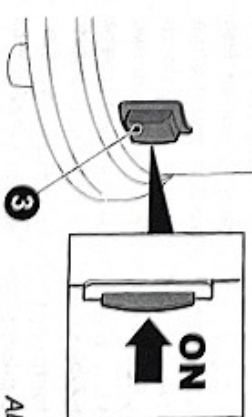

Abb. 5.3
- Das Gerät einschalten, indem der Hauptschalter auf Position 1 - ON (3 - Abb. 5.3) gestellt wird.